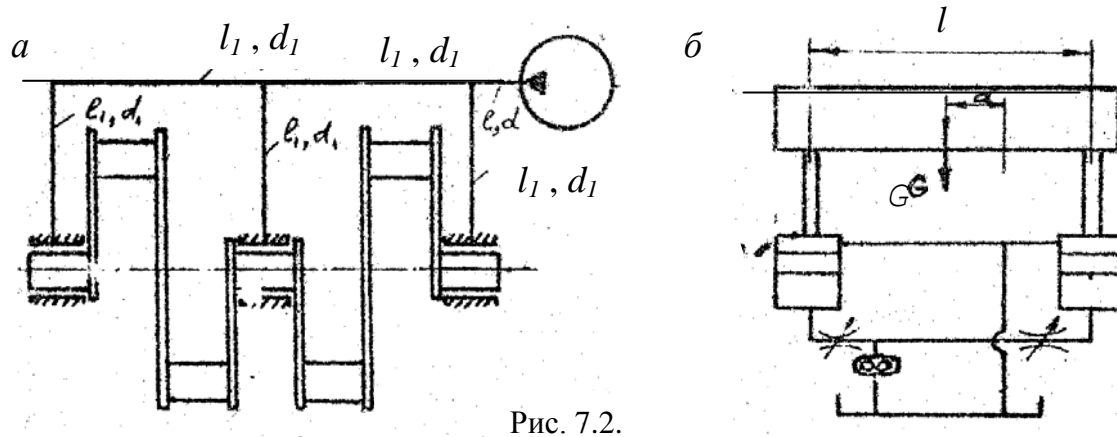

Рис. 7.2.
0,5 м и диаметром  $d_1$ . Магистральный маслопровод в системе трубок имеет длину 2 м и диаметр  $d$  (рис.7.2, а).
**Задание 4.** Для подъема груза массой  $G$  со скоростью  $V$  используются два одинаковых параллельно работающих силовых гидроцилиндра диаметром  $D$  (рис.7.2, б). Расстояние между осями гидроцилиндров  $l$ .